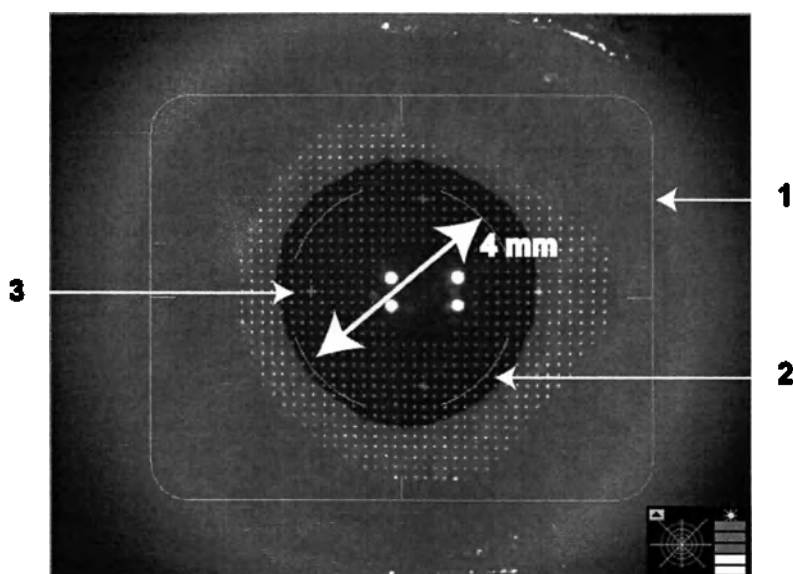

Рис. 4-4 — Топографические координатные метки и поле обзора датчика волнового фронта
1. Переместите джойстик вперед, в сторону пациента, или назад, от пациента, так, чтобы топографические координатные метки оказались в четком фокусе (см. Рис. 4-4).